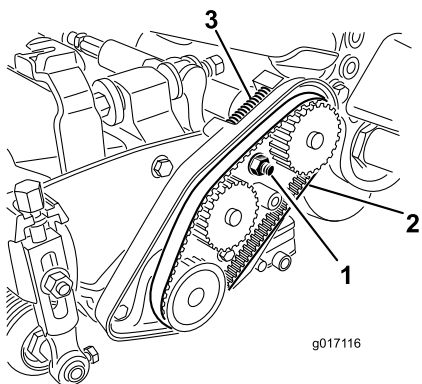

Figura 45
- A. Allentate il dado di montaggio della sede del cuscinetto (Figura 45).
- C. Pulite da qualsiasi detrito l'interno della sede della cinghia e l'area attorno alla molla di compressione (Figura 45).